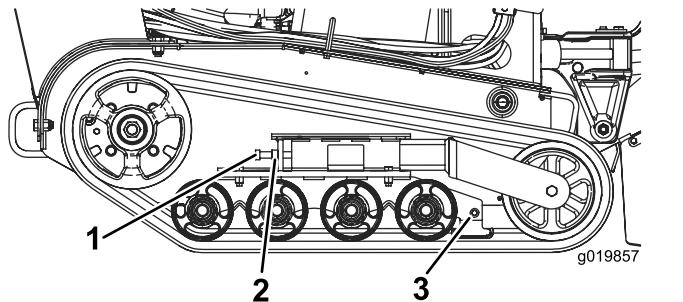

Bild 47
3. Lösen Sie die Klemmmutter an der Spannschraube der Kette und die Klemmschrauben am Spannarm (Bild 47).
4. Ziehen Sie die Spannschraube bis auf 32,5-40 N·m an, um die Kette zu spannen (Bild 47).
- Lösen Sie die Spannschraube und Klemmmutter (Bild 47).